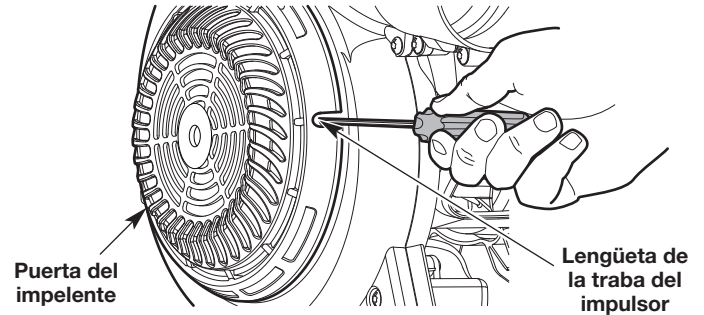

Fig. 4
2. Inserte un destornillador de cabeza plana en el orificio de la puerta del impulsor y empuje la lengüeta de la traba hacia adentro (Fig. 4). Abra la puerta del impulsor.